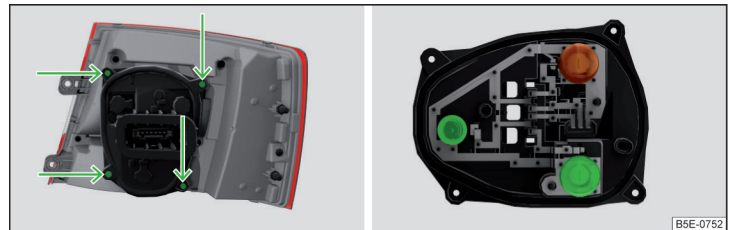

Abb. 364 Äußerer Teil der Leuchte / Halter mit Glühlampen
- Den Lampenhalter » Abb. 364 mit dem Schraubendreher aus dem Bordwerkzeug abschrauben und den Lampenhalter aus der Leuchte herausnehmen.